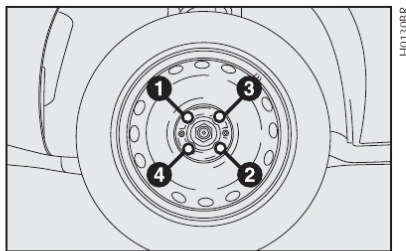

fig. 16
- Apertar bem os parafusos, passando alternadamente de um parafuso ao outro diagonalmente oposto, de acordo com a ordem ilustrada na **fig. 16**.